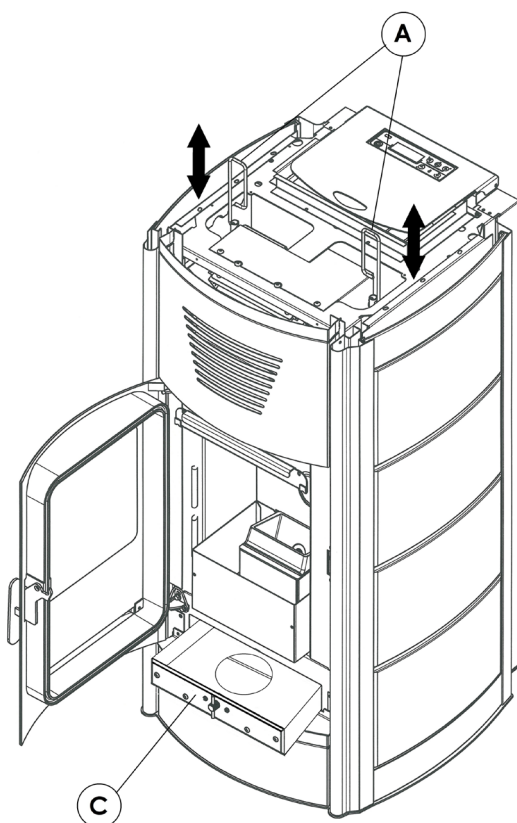
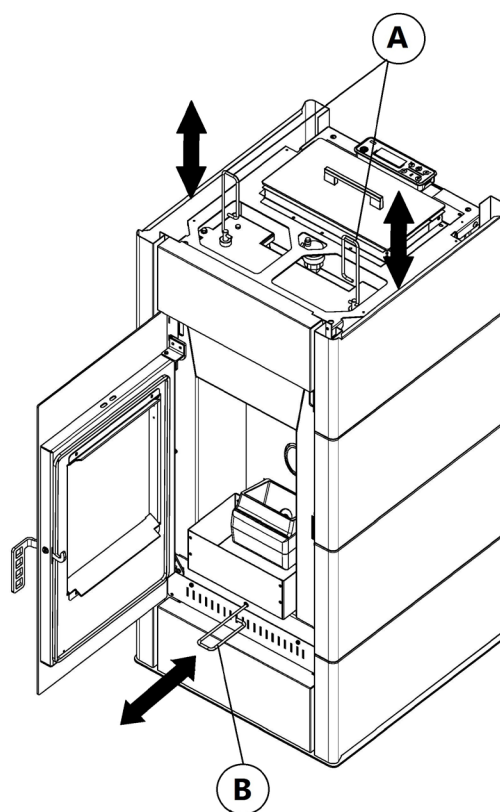

Fig. 39 - Limpeza do feixe de tubos interno mediante raspadores
Fig. 40 - Limpeza da gaveta de cinzas inferior (Ibis 11 / Idron 11)
- Limpe o feixe de tubos – Utilizando o gancho fornecido de fábrica, sacuda energicamente 5-6 vezes as hastes situadas sob o top (A na **Fig. 39** pág. 46 e **Fig. 40** pág. 46). Esta operação remove a fuligem que depositou-se nas condutas de fumos do permutador durante o normal funcionamento do aquecedor.
- Limpe o compartimento transportador de fumos ver **Fig. 39** pág. 46 para os modelos AQUOS 15-22-22 H2O / IBIS 15-22-22 H2O / IDRON 15-22-22 H2O – Os aquecedores são dotados de uma gaveta cinzeiro C removível para a recolha de ventuais acúmulos de fuligem e cinzas.
- Limpar o compartimento transportador de fumos, ver **Fig. 40** pág. 46 para os modelos IBIS 11 / IDRON 11 - Abrir a porta, fixar o gancho fornecido à haste do raspador B, agitar vigorosamente 5-6 vezes ao longo de todo o seu comprimento. Remover o gancho e reinserir a haste B completamente no seu alojamento. Deste modo auxilia-se o ventilador a expelir eventuais acumulações de fuligem caída durante a anterior limpeza do feixe de tubos (depois de se agitar da haste A deve-se sempre agir sobre o raspador B).